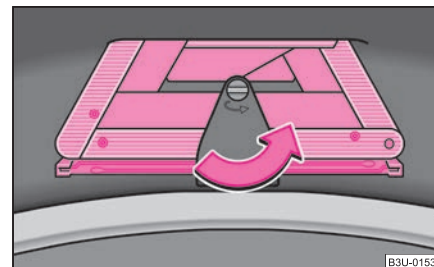

Abb. 188 Warndreieck in der Gepäckraumklappe
- Zum Herausnehmen des Warndreiecks drehen Sie den Drehverschluss in Pfeilrichtung ⇒ Abb. 188 und klappen die Halterung nach unten. ■